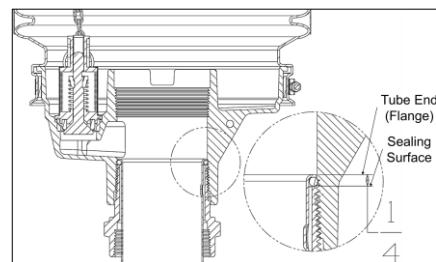

Figura 6
7. ¿Es (C) o (E) menor que 6-1/2"?
NO: La longitud total del tubo superior (D) es la distancia desde la parte inferior del tanque hasta la superficie de sellado 71SO (B) menos (X) más 1/4" menos 2" para el cierre inicial o más 1-1/2" para el cierre final (14") corresponde a la diferencia entre el extremo del tubo y la superficie de sellado, véase la Figura 6.
Sí: La longitud total del tubo superior (D) es de 6-1/2" más la distancia desde la parte inferior del tanque hasta la superficie de sellado del 71SO (B) menos el número de la varilla medidora (Y) que corresponde al 100 % del volumen del tanque más 1/4" (1/4") corresponde a la diferencia entre el extremo del tubo y la superficie de sellado, véase la Figura 6.